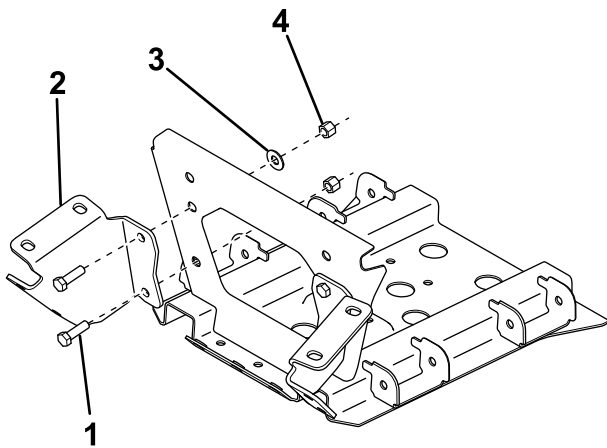

Bild 2
4. Befestigen Sie die Stützhalterungen mit vier Schrauben ($\frac{3}{8}$ "), Unterlegscheiben und Sicherungsmuttern am Fahrzeugrahmen (**Bild 2**).